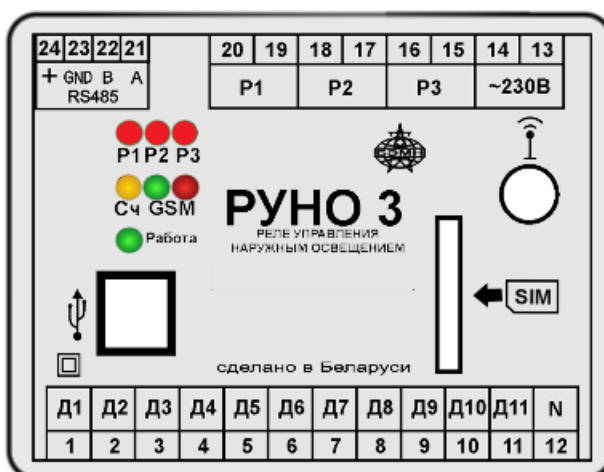

Рисунок 3.1 – Внешний вид РУНО
На передней панели РУНО 3 (рисунок 3.1) расположены входные и выходные клеммы, светодиодные индикаторы, разъемы интерфейсов USB-2.0 и RS485, антенный выход для GSM модуля и гнездо для установки SIM карты.
Конфигурирование РУНО 3 осуществляется через USB-разъём (рисунок 3.1), при помощи ПК программой «БЭМН Конфигуратор РУНО 3». Пользователь имеет возможность редактировать годовой график освещения (подсветки, иллюминации), проверять состояние дискретных входов и релейных выходов, устанавливать/корректировать дату и время, а также просматривать журнал событий.
Для контроля работы GSM-модуля и связи с базовой станцией GSM сети, предусмотрен визуальный контроль соединения и устойчивой работы канала связи при помощи двух светодиодов GSM (рисунок 3.1).
- включить РУНО 3 (подать напряжение питания на контакты 13-14, рисунок 3.1);